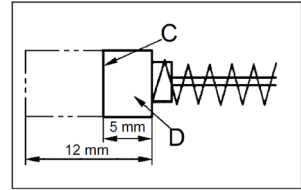

Рисунок 3
- Систематически контролируйте состояние угольных щеток электрического двигателя (загрязненные или чрезмерно изношенные щетки могут вызвать сильное искрение и уменьшение частоты вращения инструмента, а также выход его из строя). Предельный износ угольных щеток – остаток менее 5 мм (рисунок 3).